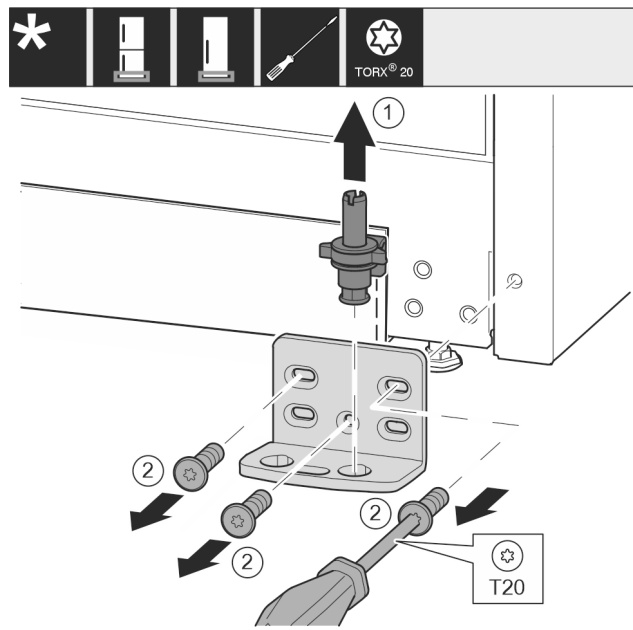

Fig. 15
- ▶ Extraer por completo el perno de apoyo hacia arriba. Fig. 15 (1)
- ▶ Desenroscar los tornillos con el destornillador T20 y retirar el soporte de apoyo. Fig. 15 (2)